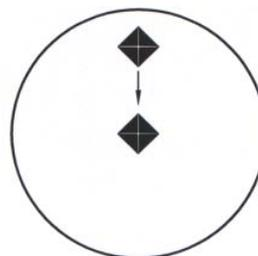

Abbildung 6-9 Eindruck ist über der Mitte
1. Der Eindruck ist über der Mitte. Siehe Abbildung 6-9.